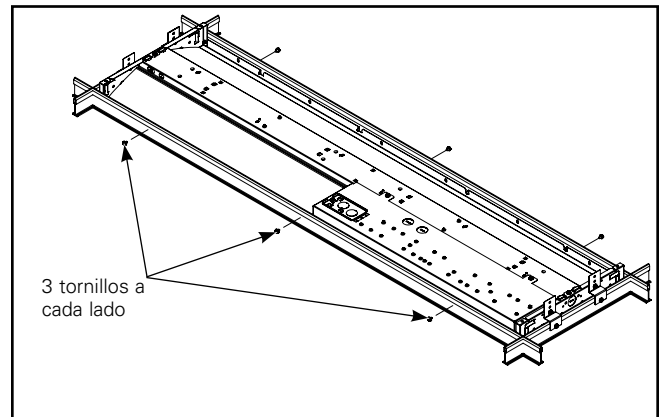

Figura 12.
7. Retire los orificios ciegos apropiados de la placa de acceso en la cubierta de la caja de conexiones del accesorio para acceder al cableado de la fuente de alimentación. (Figura 12)